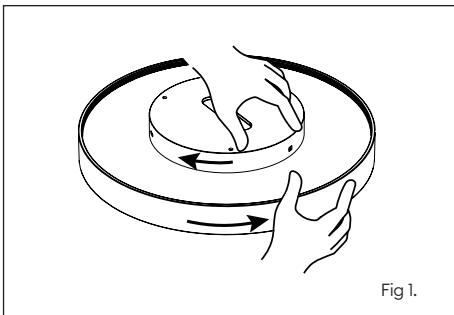

Fig 1.
- Remove base section from the main LED section by rotating base section clockwise, unhooking the safety cable, disconnecting the 2xLED cables and unplugging the earth cable from the main down light section (fig 1).
- Retirez la base de la section LED en tournant dans le sens des aiguilles d'une montre ; décrochez le câble de sécurité, déconnectez les 2 fils LED et débranchez le fil de mise à la terre de la section downlight (fig. 1).